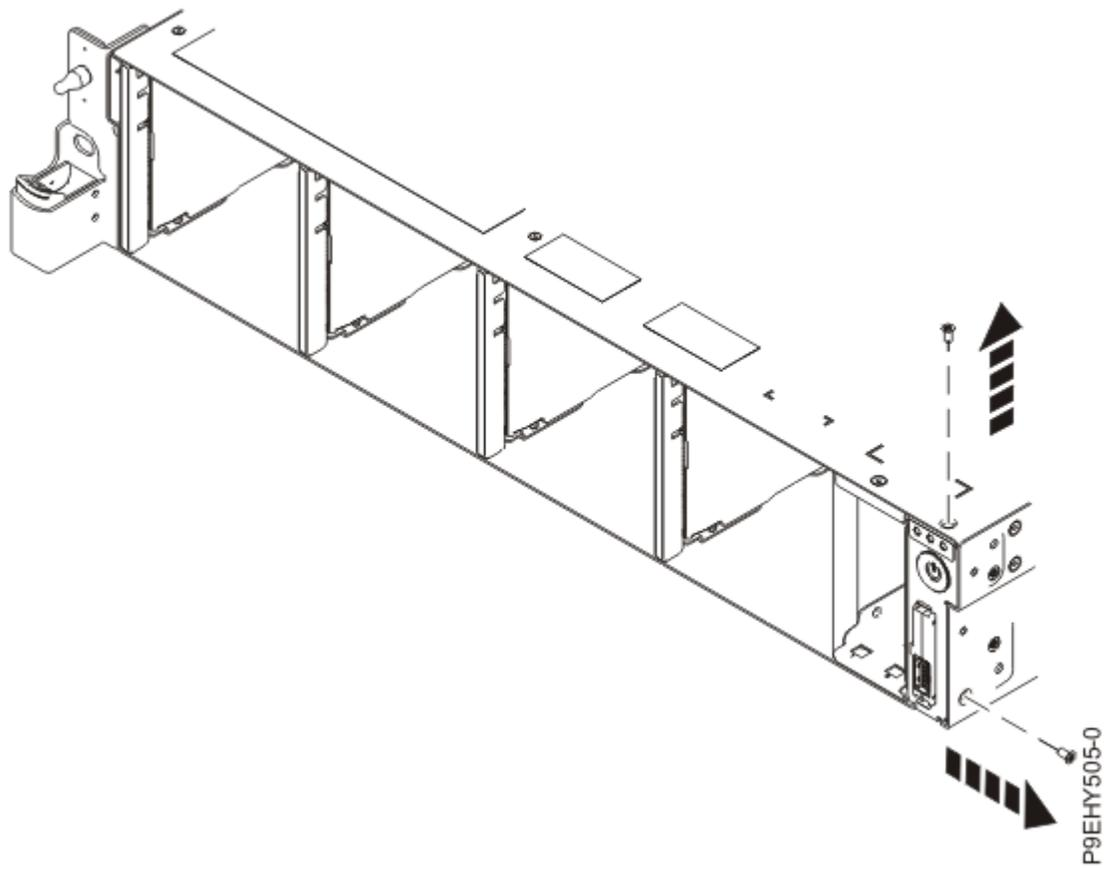

図 170. 上下のねじの取り外し
7. 電源スイッチから上下のねじを取り外します (189 ページの図 170 を参照)。